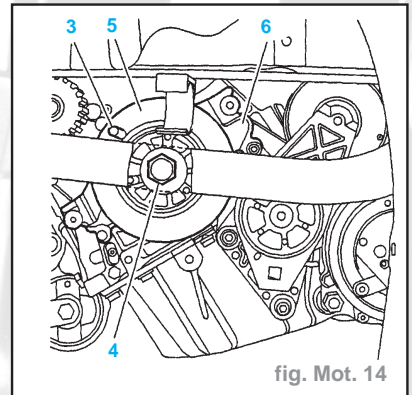

fig. Mot. 14
- Bloquer le volant moteur à l'aide de l'outil (6) (arrêteur 9044-T).
- Déposer la vis (4) de la poulie de vilebrequin (fig. Mot. 14)
- Brosser le filet de la vis (4).
- Déposer l'outil (6).
- Piger le vilebrequin à l'aide de l'outil (3) (pige 7014-TN).
- Déposer (fig. Mot. 14) :
- la pige (3)
- la vis (4)
- la poulie (5)
- le carter inférieur (6)
- la vis (4) (serrer modérément)
- l'outil (6)